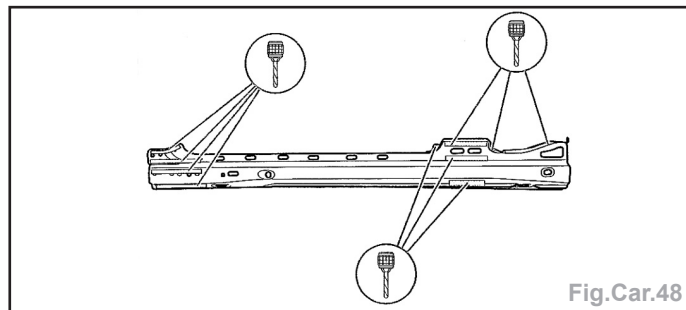

Fig.Car.48
- Préparer et percer au $\varnothing 7 \text{ mm}$ la pièce neuve pour le soudage par bouchonnage (Fig.Car.48).